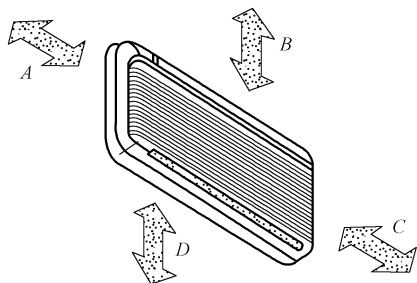

图 11-18 挂壁式空调器距离要求
(1) 挂壁式空调器的位置。室内机组左、右两侧距墙面的最小距离应在 5cm 以上，顶部距天花板的最小距离应在 5cm 以上，室内机组高度应在距地面 1.8m 以上，如图 11-18 所示。